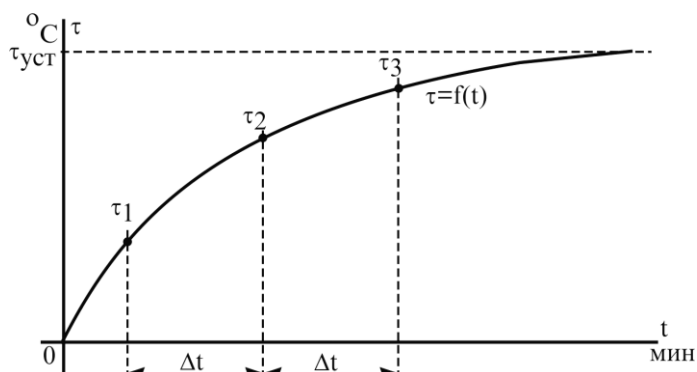

Рисунок 12.4. Кривую нагрева электродвигателя
2.4.3. Метод трех точек (рис.12.4). Для испытываемого двигателя рекомендуется брать время с равными интервалами измерений в пределах 10 минут.